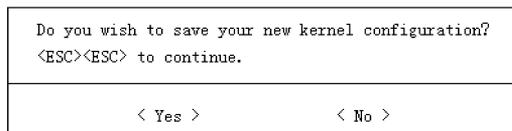

图 5.11 确认把设备驱动程序保存到编译内核的配置文件中
(7) 做好相应的配置之后,保存配置,在 Linux 内核根目录下便会生成 .config 文件。在如图 5.11 所示的提示框中,选择 < Yes > 项,则选择的设备驱动程序项目编译到 .config 内核配置文件中。